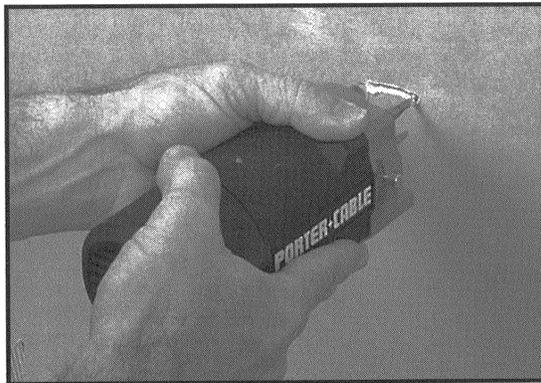

Fig. 5
**ADVERTENCIA:** Desconecte todo circuito eléctrico que pueda estar dentro del área que va a cortar. Solamente agarre la herramienta por la caja principal (vea Figs. 5 hasta 9) para evitar un choque eléctrico que pueda resultar al cortar un alambre vivo.
5. Agarre el Cortador bien con las dos manos y empuje la broca hasta que el piloto penetre completamente el panel en el lugar marcado en el Número 3 (vea Fig. 5). Aváncelo a la derecha hasta que toque el lado interior de la caja de salida.